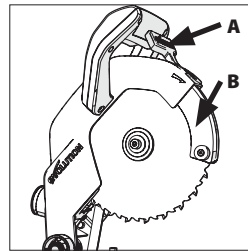
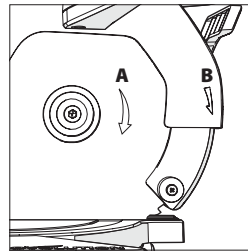

Fig. 28
Fig. 29
Pour insérer la lame appuyez sur la gâchette inférieure de libération du protège-lame (A) faites tourner le protège-lame inférieur (B) vers le haut dans le protège-lame supérieur et tenez le protège-lame inférieur dans cette position. (Fig. 28) Installez la nouvelle lame sur la bride intérieure en s'assurant qu'elle soit bien en place sur l'épaupe de la bride, puis relâchez lentement le protège-lame inférieur dans sa position d'origine fermée. Assurez-vous que la flèche de rotation sur la lame (A) corresponde à la flèche de rotation des aiguilles d'une montre sur la protection supérieure (B). (Fig. 29)